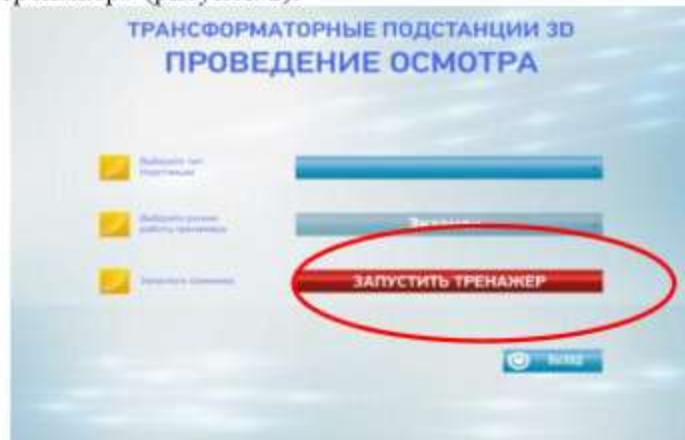

Рисунок 2
2.2. Запустить режим экзамена, для чего щелкнуть мышкой по кнопке «Запустить тренажер» (рисунок 2).